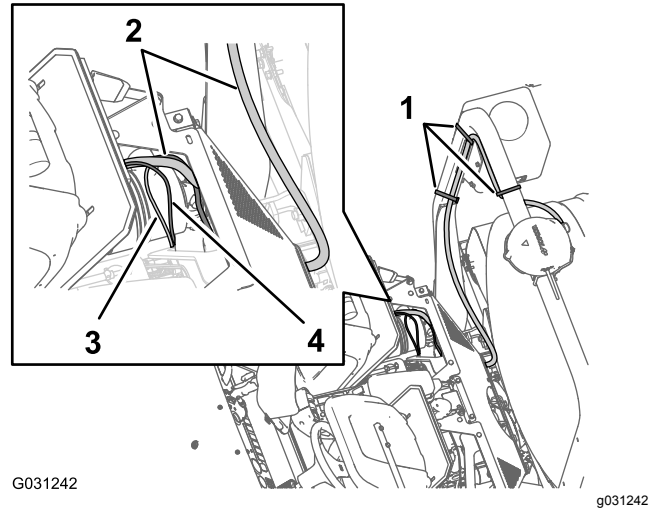

Figura 160
1. Passe a secção com 100 cm da cablagem elétrica (Figura 160) com o conector de 1 pino para baixo até à área onde as cablagens dianteira e traseira da máquina se ligam; consulte Figura 120 em Ligar a cablagem dianteira e traseira (página 55).
2. Passe a secção com 100 cm da cablagem dos dados (Figura 160) com o conector de quatro pinos para CAN 2 / controlador do pulverizador para baixo até à área onde as cablagens dianteira e traseira da máquina se ligam; consulte Figura 120 em Ligar a cablagem dianteira e traseira (página 55).